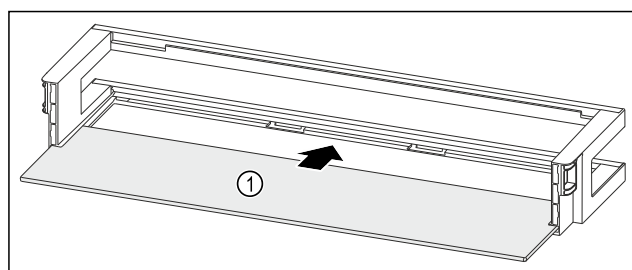

Fig. 241 Лотки на дверцятах з полицею
- Всуňte полицю Fig. 241 (1) в бокові пази.